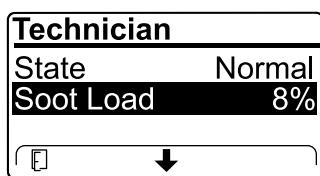

Figura 35
- Vea la carga de hollín que se mide como porcentaje de hollín en el DPF(Figura 35); consulte la tabla de carga de hollín.